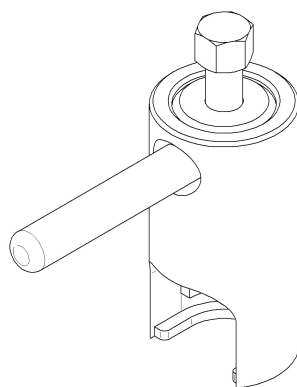

Рис. 8. Съемник для крыльчатки
- снять крыльчатку при помощи специального съемника (см. рис. 8);
Съемник для крыльчатки (рис. 8) поставляется по специальному заказу.